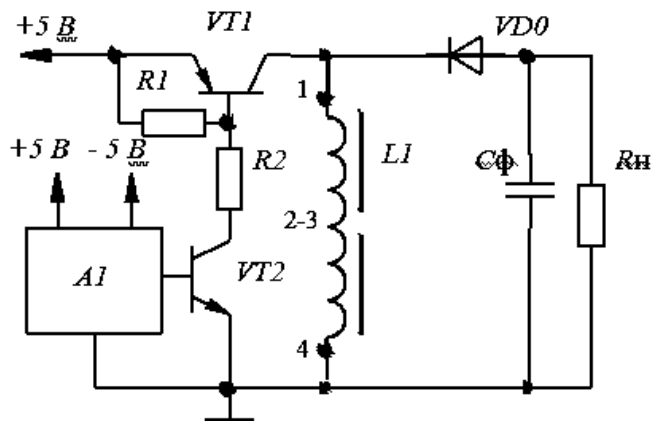

Рис.3
Ознакомиться с теоретическими сведениями и методикой расчета ППИ, схема которого приведена на рис.3. Рассчитать требуемые параметры и выбрать из справочника элементы силовой части преобразователя (ключ $VT1$, диод и конденсатор фильтра). Рассчитать КПД преобразователя учитывая потери в ключе, диоде и дросселе. При расчете принять следующие параметры:
- 3.1.Собрать на стенде схему регулятора постоянного напряжения в соответствии с рис.3. (ВНИМАНИЕ! Выходное напряжение инвертировано по отношению к входному, и требуется соответствующее включение выходного полярного конденсатора)
- 5.3. Что необходимо изменить в схеме рис.3, чтобы получить выходное напряжение такой же полярности, относительно общей точки, как и входное?
- 5.5. Какие изменения в схеме рис.3 позволят получить несколько различных по величине выходных напряжений?